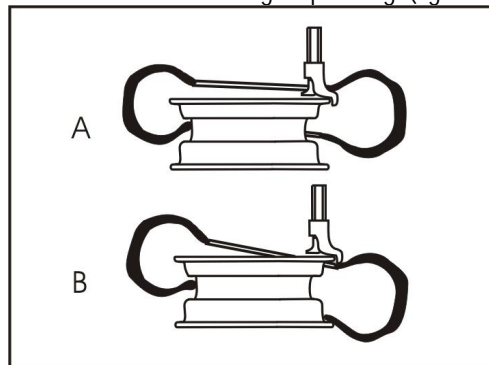

Fig.15
- Gehen Sie nun zur Montage der oberen Reifenwulst genauso vor, wie bei der unteren Wulst (fig. 15).